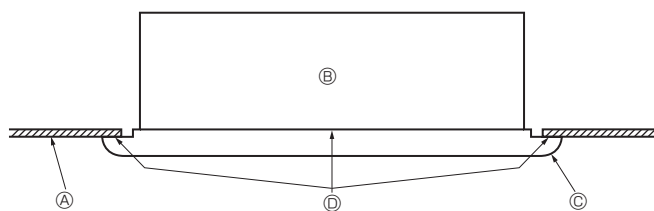

Fig. 5-6
- Serrer ensuite les boulons de fixation ② et les vis de fixation ③ aux trois emplacements centraux.
- Serrer finalement les boulons de fixation ② aux quatre emplacements à gauche et à droite.
- A ce stade, vérifier qu'il n'y a pas de vide entre l'appareil intérieur et la face avant ainsi qu'entre la face avant et la surface du plafond. Si des vides subsistent, l'air risque de s'infiltrer par ceux-ci et de provoquer la chute de gouttes d'eau (Fig. 5-6).
### 5.4. Vérifications après l'installation (Fig. 5-6)